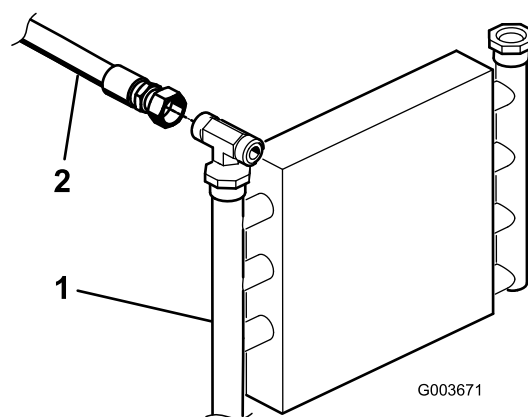
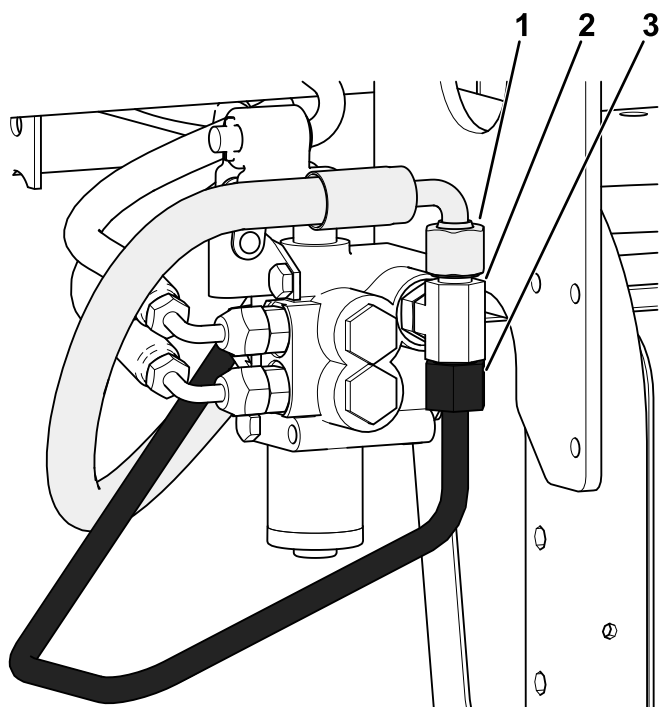

Figura 4
Figura 6
- C. Desencaixe o tubo hidráulico (144-1367) da união em T (340-94), conforme mostrado na Figura 6.
1. Localize o tubo hidráulico que conecta o dispositivo de arrefecimento de óleo à válvula de elevação (Figura 4).
3. Desencaixe e remova o tubo hidráulico do dispositivo de arrefecimento de óleo e da válvula de elevação (Figura 4 e Figura 6).